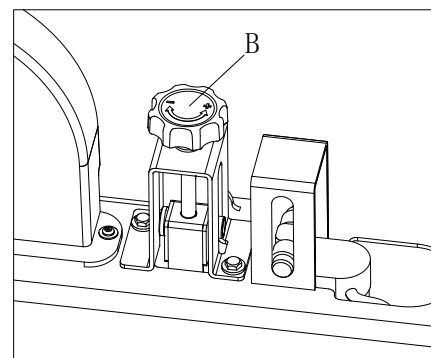

Рис. 21
5. Поверните регулятор основной щетки (В, рис. 21) с правой стороны машины, как показано ниже: